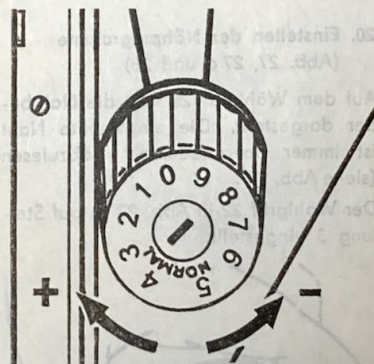

Abb. 32
A) Oberfadenspannung (Abb. 32)